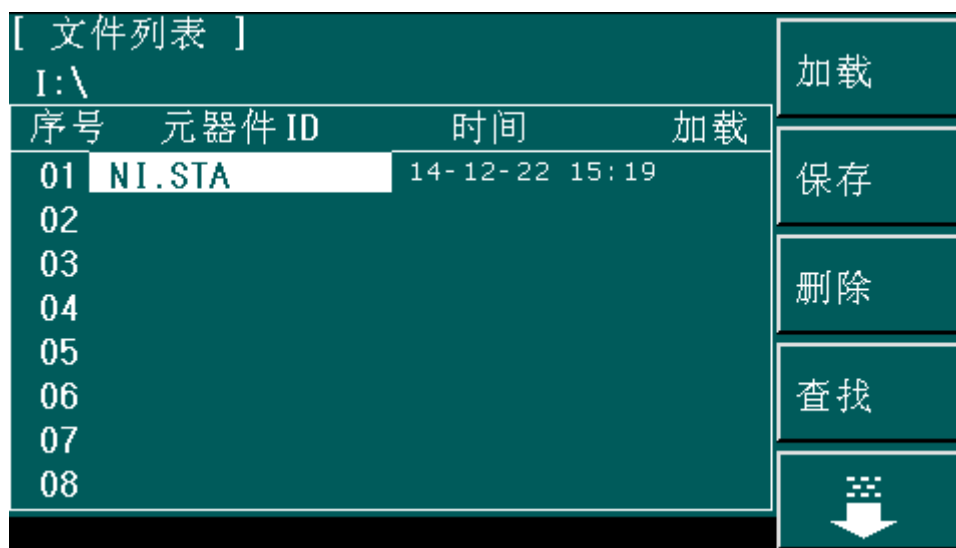

图 4-4 文件管理页面
**第 3 步：**按**文件管理**功能键（如图 4-4 所示）。